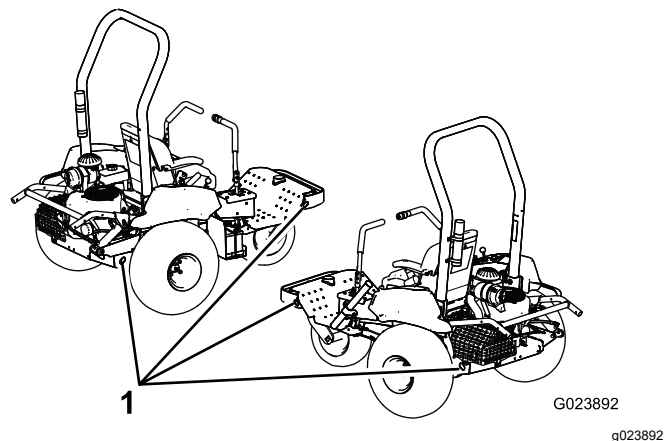

Bild 25
5. Befestigen Sie die Maschine an den Vergurtungsstellen (Bild 25) mit entsprechenden Riemen, Ketten, Kabel oder Seilen am Transportfahrzeug.